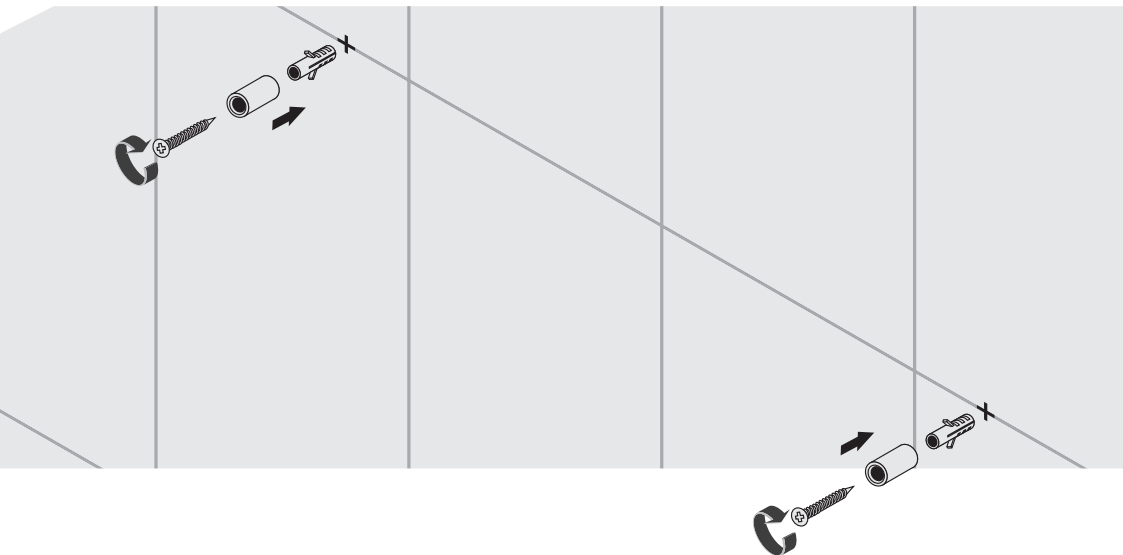

Рис.3
6.6. Смонтируйте на стену опоры с помощью дюбелей и саморезов из комплекта (рис. 3).